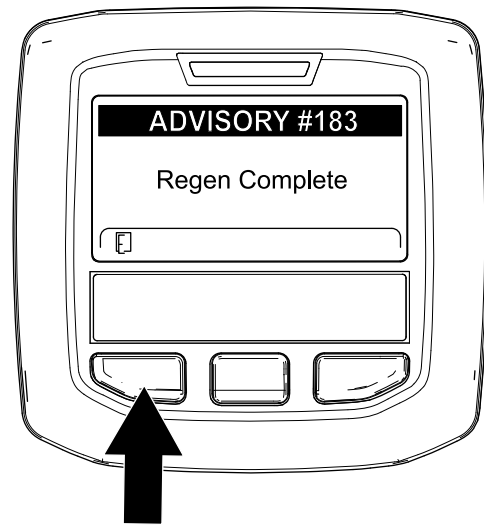

Figura 58
- Quando il computer del motore completa una rigenerazione parcheggiata o una rigenerazione di recupero, l'InfoCenter visualizza il messaggio ADVISORY #183 (Figura 58). Premete il pulsante sinistro per uscire e tornare alla schermata Home.